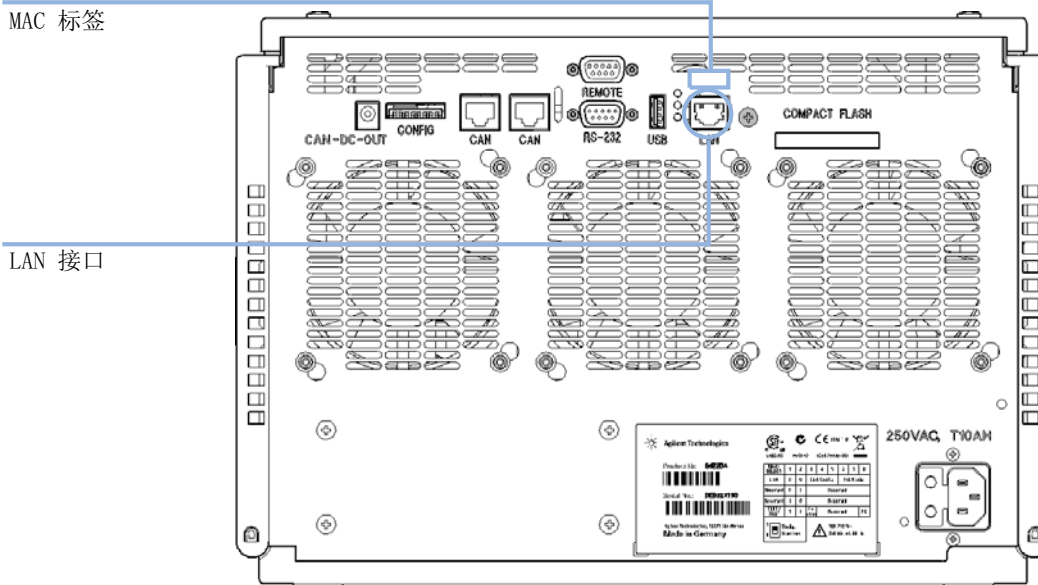

图 43 LAN 接口的位置和 MAC 标签
- 1 请记下 MAC（介质访问控制）地址以备将来参考之用。LAN 接口的 MAC 地址或硬件地址是全球唯一标识符。其他网络设备将不会使用相同的硬件地址。模块后部的标签上可看到 MAC 地址（请参阅“第 261 页的图 43”）。
- 2 将仪器的 LAN 接口（请参见“第 261 页的图 43”）连接到